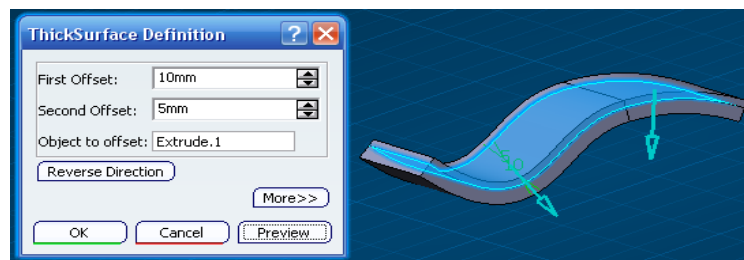

Ilustración 248: Definición y realización de espesor a superficie.
**Thick Surface (Superficie con espesor).** En el siguiente Capítulo se verá como generar superficies. Pero suponiendo que se ha creado una superficie, ésta tiene, inicialmente, espesor nulo. Para dar espesor a una superficie y convertirla así en un sólido se utilizará esta herramienta. Se le dará espesor a la superficie del ejemplo anterior. En la ventana de la Ilustración 248 se observa como es posible definir un grosor hacia dentro, y otro hacia fuera de la superficie (*First Offset & Second Offset*). La flecha indica la dirección del primer grosor que aparece en la ventana de definición.